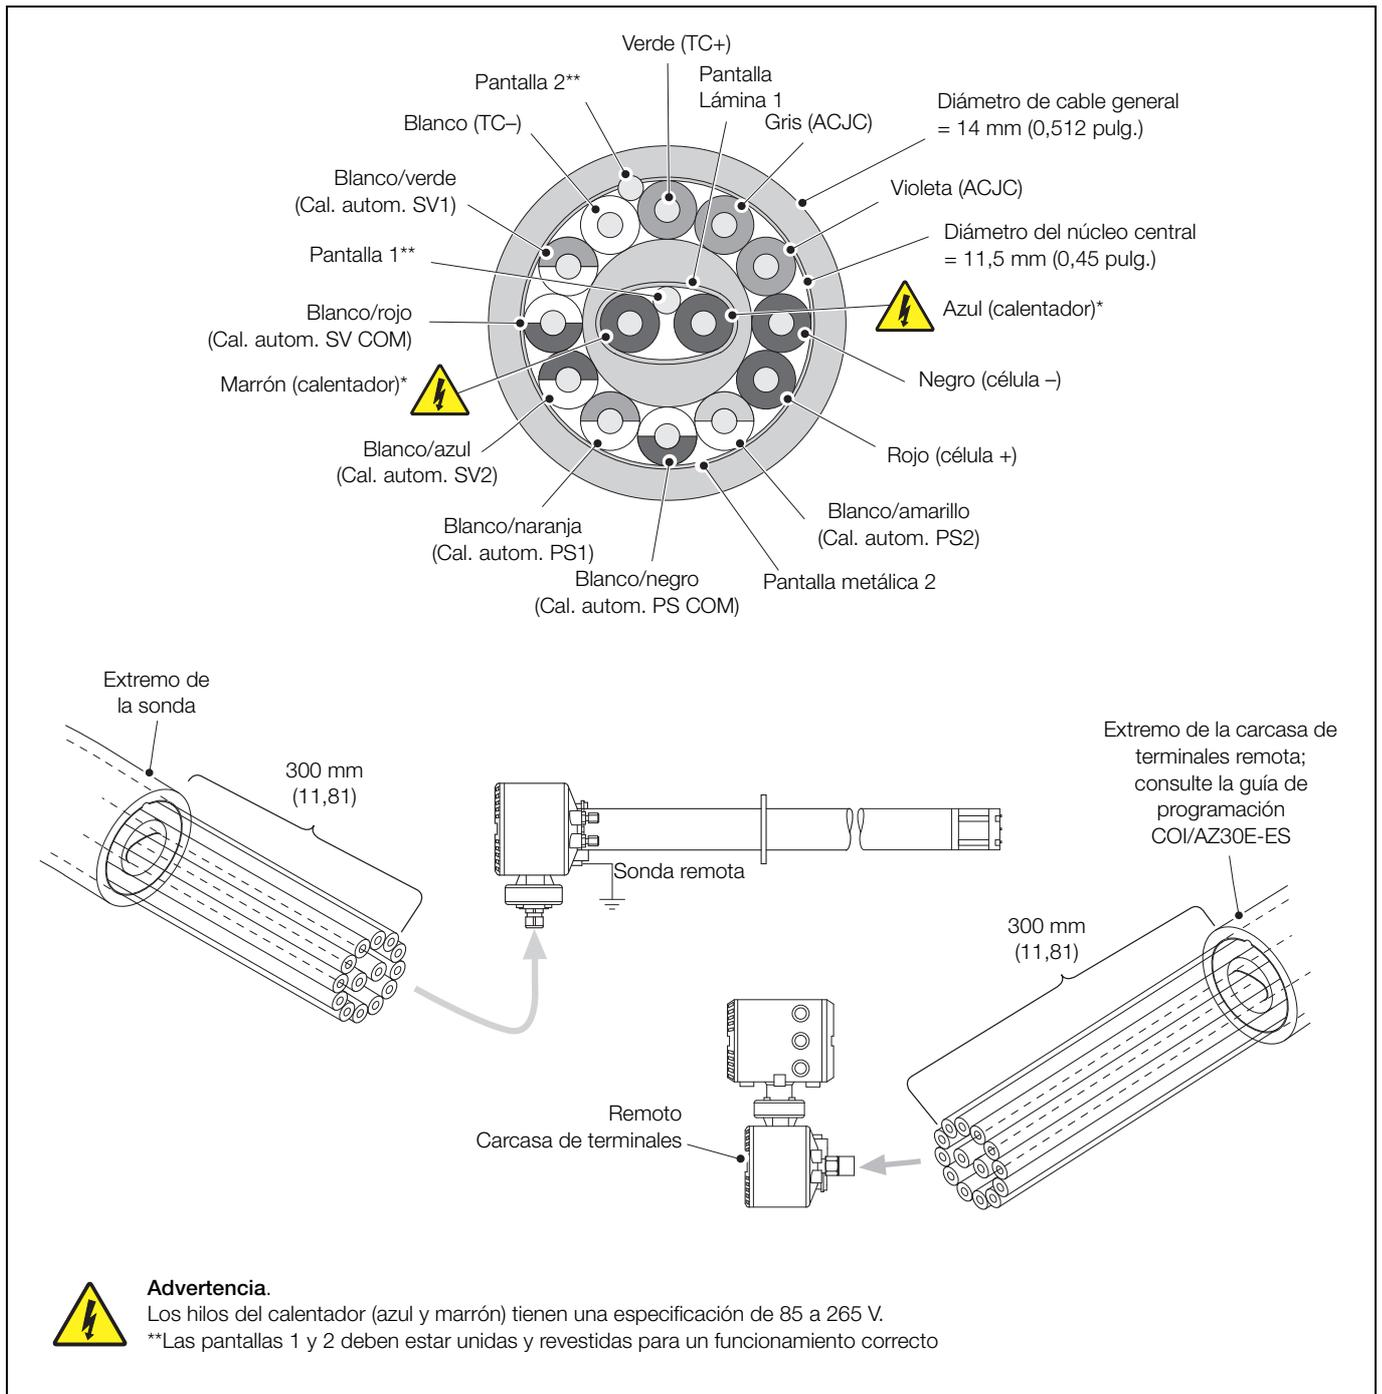

Fig. 5.3 Preparación del cable de la sonda (ABB)
- El prensaestopa de tipo barrera M25 (o 3/4 pulg. NPT) debe estar indicado para su uso con el cable de 16 núcleos especial de ABB, si se solicita con el sistema AZ30, o para cualquier otro cable que cumpla nuestras especificaciones; consulte la Fig. 5.3 en la página 25.
Consulte la Fig. 5.3 de la página 25: